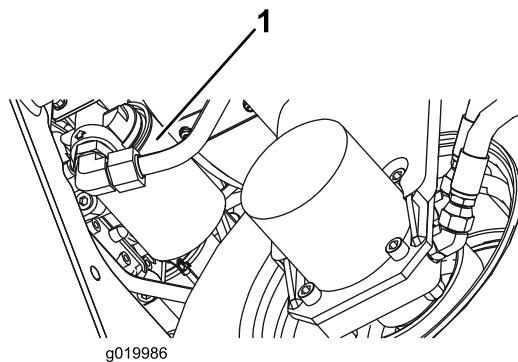

Figura 78
2. Pulite la superficie circostante il filtro. Collocate una bacinella di spurgo sotto il filtro (Figura 78), e togliete il filtro.